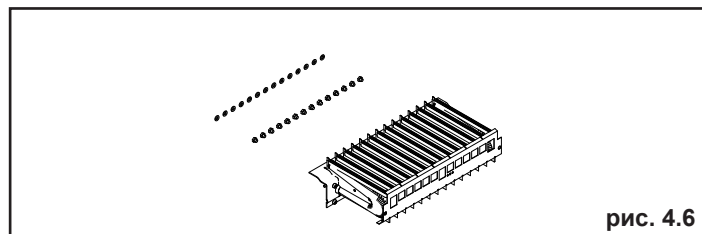

рис. 4.6
- Отвинтите крепежные винты горелки и снимите горелку вместе с присоединенным к ней электродом и соответствующими проводами (рис. 4.6)
- С помощью торцевого или обычного гаечного ключа снимите форсунки и шайбы и замените их на те, что входят в комплект для работы на другом газе (рис. 4.6).